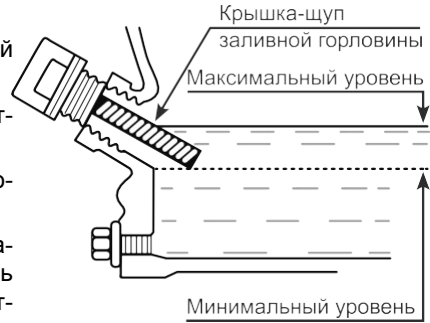

Рис.20 Уровень масла в картере
2. Снимите крышку/щуп маслозаливного отверстия (A) Рис. 20.
4. Установите на место крышку/щуп, не закручивая его. Снова извлеките щуп, уровень масла должен соответствовать верхней отметке на щупе (B) Рис.20, что соответствует нижнему краю маслозаливной горловины.